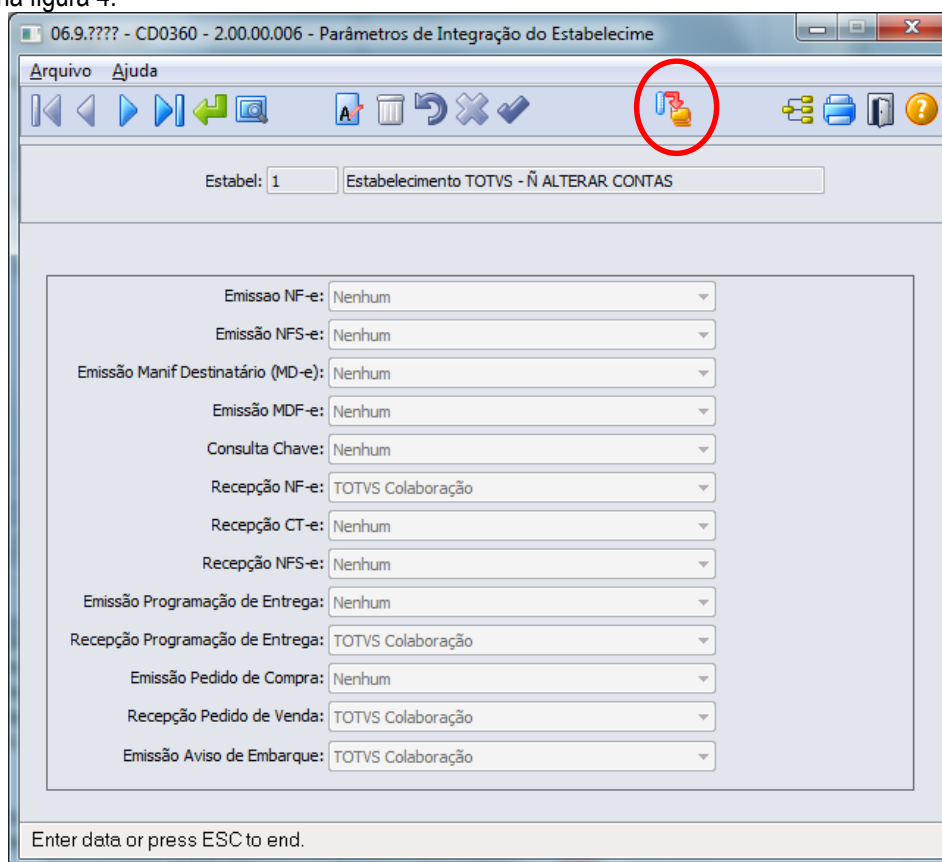

Figura 4 – Parâmetros de Integração do Estabelecimento
- Parâmetros de Integração do Estabelecimento (CD0360) – Parametrização dos documentos que serão transitados pela solução na TOTVS Colaboração por estabelecimento conforme figura 4. A configuração dos diretórios em que o Client Neogrid gravará e buscará os documentos é feita acessando o botão que aparece na parte superior da tela, conforme destacado na figura 4.